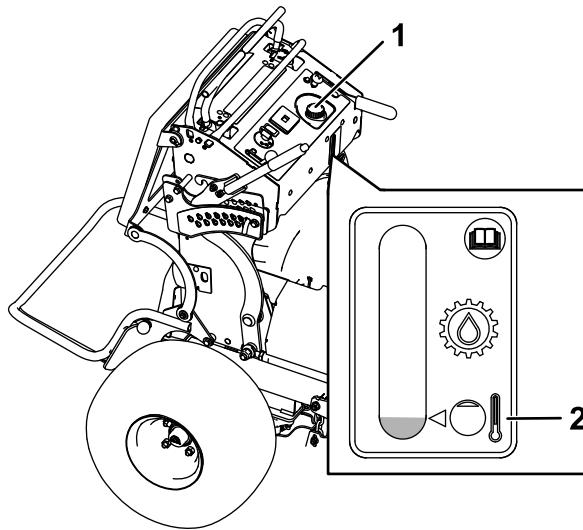

Figura 77
4. Pulite attorno al tappo e al collo del bocchettone del serbatoio idraulico (Figura 77).
5. Togliete il tappo dal collo del bocchettone (Figura 77).